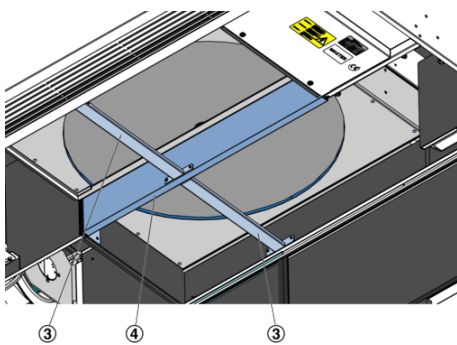

Abb. 95: Kammerblech und Streben
9. ▶ Kammerblech (Abb. 95/4) und Streben (Abb. 95/3) mit Schrauben montieren.